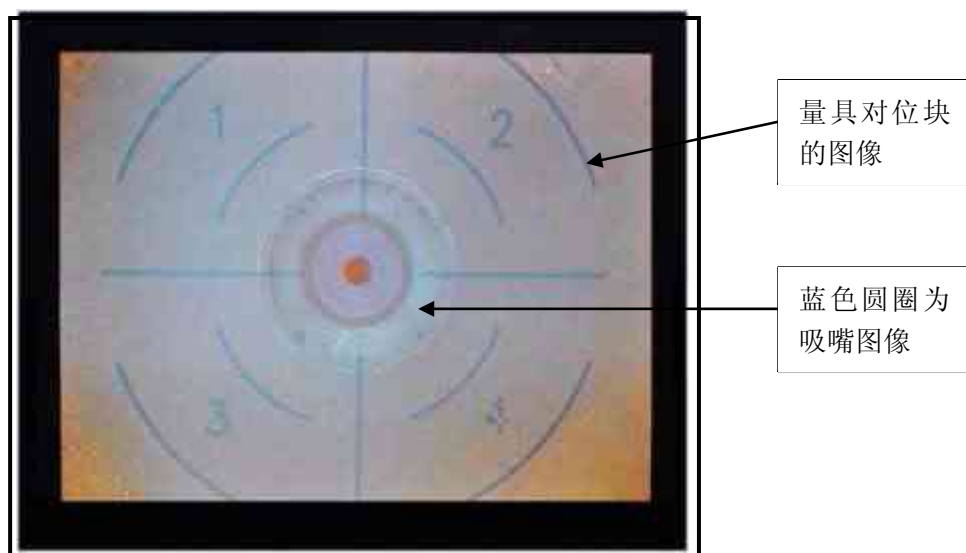

图 1：
无铅温度曲线设置（图 1）
2、设置好无铅锡球的温度曲线参数和分析参数（如图 1、图 2 所示）。将一块欲拆卸 BGA 的无铅 PCB 板夹持好，将测温线插入 BGA 内部（目的：检测锡球的温度），启动拆卸（如图 3 所示）。待曲线运行完成后，查看分析栏，看预热时间，回焊时间，最高温度是否达到无铅锡球的要求（如图 2 所示）。
- 1、首先按夹装方法将镜头校准专用量具夹在 PCB 夹板装置上，选择合适的吸嘴，调整上部热风头使吸嘴在对位块中心位置正上方；如图 1 所示：